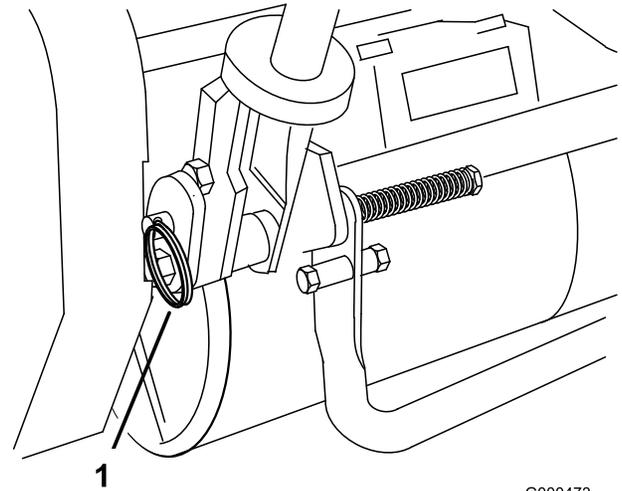

図 6
- 機体左右のリング・ピンからヘアピン・コッターを抜き取る (図 6)。